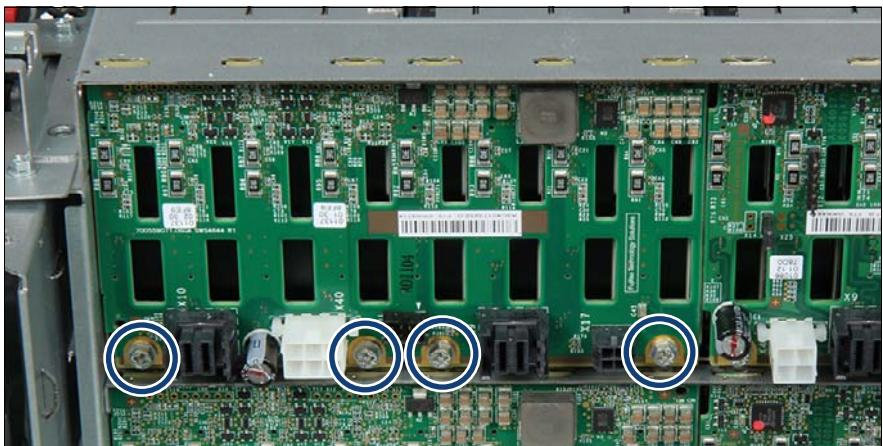

図 108: SAS バックプレーンの取り外し - SAS バックプレーン 3 の例 (A)
- ▶ SAS バックプレーンを 4 本または 2 本のネジで固定します（図 108 を参照）。